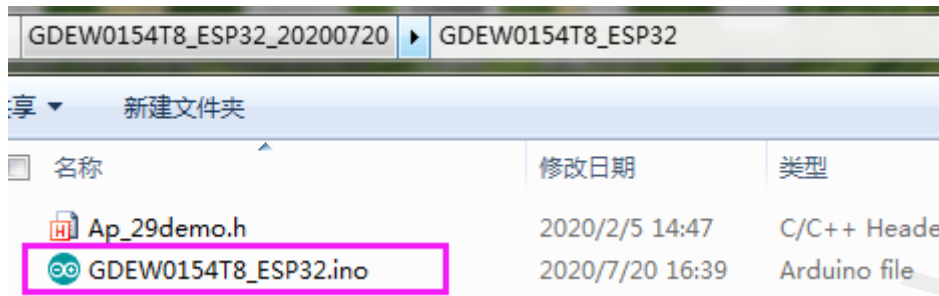

图 7 打开Arduino.ino工程文件
- 2、用Ardu no 1.8.6 打开图7所示驱动程序文件夹中的Ardui no. i no工程文件。